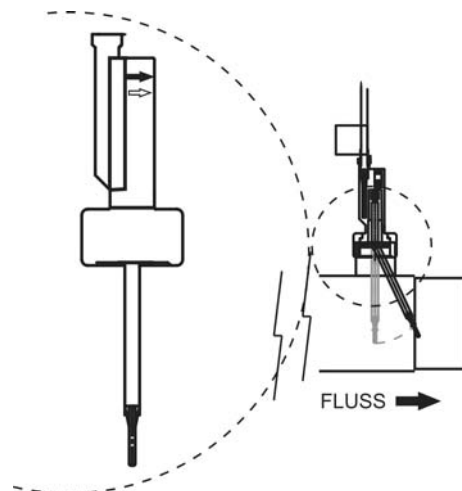

Abb. 11
3. Auf dem Flusssdetektorkopf ist ein Pfeil markiert. Darauf achten, dass der Pfeil parallel zur Rohrachse steht und in Wasserflussrichtung zeigt (Abb. 11).